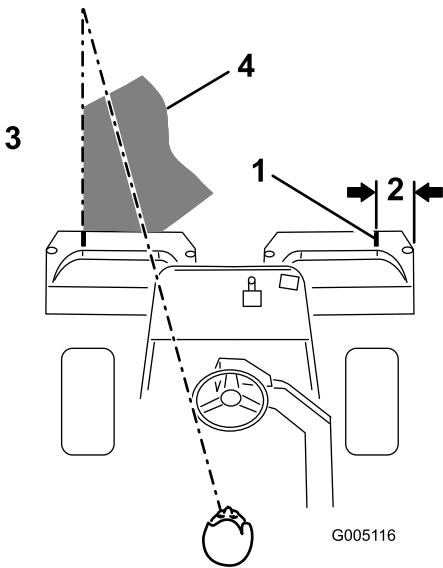

Figura 40
- Debe haber un solape mínimo con las pasadas anteriores. Para ayudar a mantener una línea recta a través del green y mantener la máquina a la misma distancia de la pasada anterior, establezca una línea imaginaria aproximadamente de 1,8 a 3 m por delante de la máquina hasta el extremo de la parte no segada del green (Figura 39 y Figura 40). Puede ser útil incluir el borde exterior del volante como parte de la línea imaginaria, es decir, mantener el borde del volante alineado con un punto que se mantiene siempre a la misma distancia de la parte delantera de la máquina (Figura 39 y Figura 40).